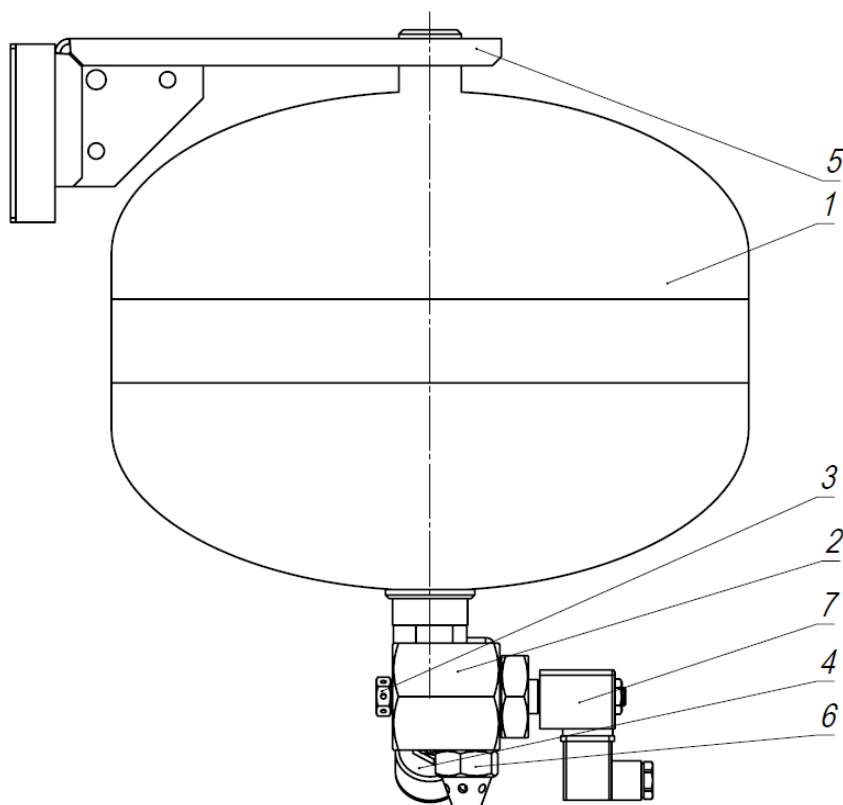

Рисунок 2 Модуль типа МГП-4-(22-20-18)-Э со стеновым кронштейном
1.4.1.2 Модуль с типом пуска «Э» (рисунок 2) состоит из баллона 1, ЗПУ 2, мембранного предохранительного устройства (МПУ) 3, манометра 4, кронштейна для монтажа 5 (настенного или потолочного), выходного насадка 6 для подачи ГОТВ в защищаемый объем, электромагнита 7.